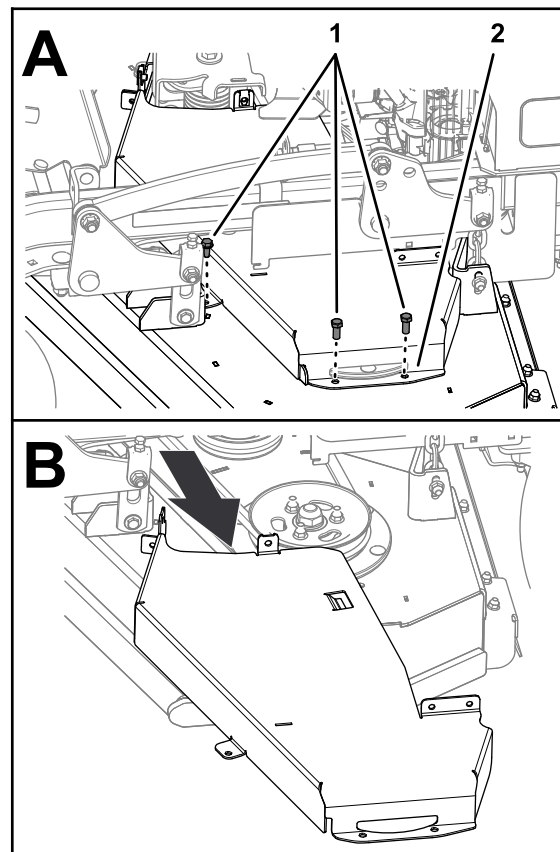

**Figura 36**
3. Rimuovete i 2 bulloni a testa tonda e i 2 dadi di bloccaggio che fissano la protezione CE del lato sinistro al copricinghia sinistro (Figura 36).